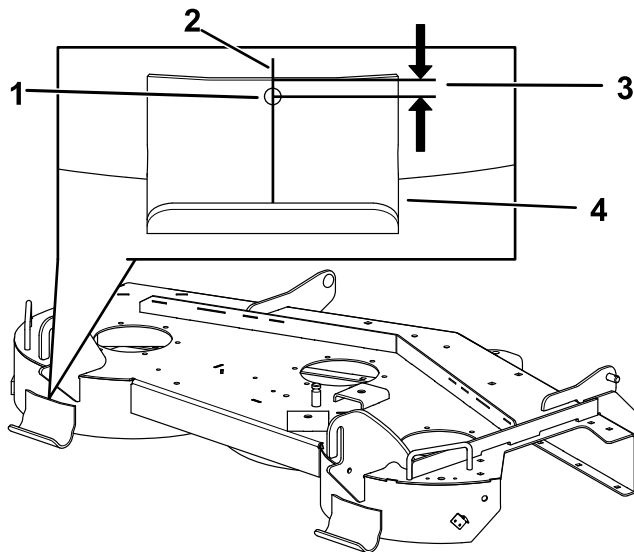

Figura 1
Mida 9,5 mm desde la superficie superior del patín izquierdo, en la línea central, y haga una señal (Figura 1).
2. Taladre en la posición marcada usando una broca de 9/32" (Figura 1).